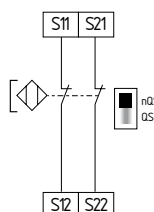

Fig. 14
**Controllo a due canali di interruttori magnetici di sicurezza secondo EN 60947-5-3 (vedere Fig. 14)**